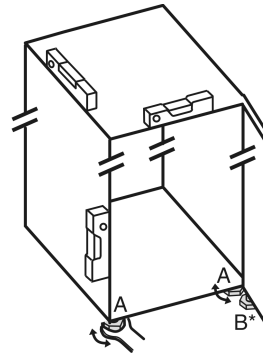

Fig. 4
- ▶ Az állítható lábakat Fig. 4 (A) a mellékelt villáskulccsal és egy vízmérce segítségével csavarja ki addig, amíg a készülék szilárdan és egyenesen be nincs igazítva.
- ▶ A csapágybak állítható lábát Fig. 4 (B) a mellékelt villáskulccsal csavarja ki úgy, hogy a padlón feküdjön.
- ▶ Az állítható lábat Fig. 4 (B) forgassa tovább 90°-kal.